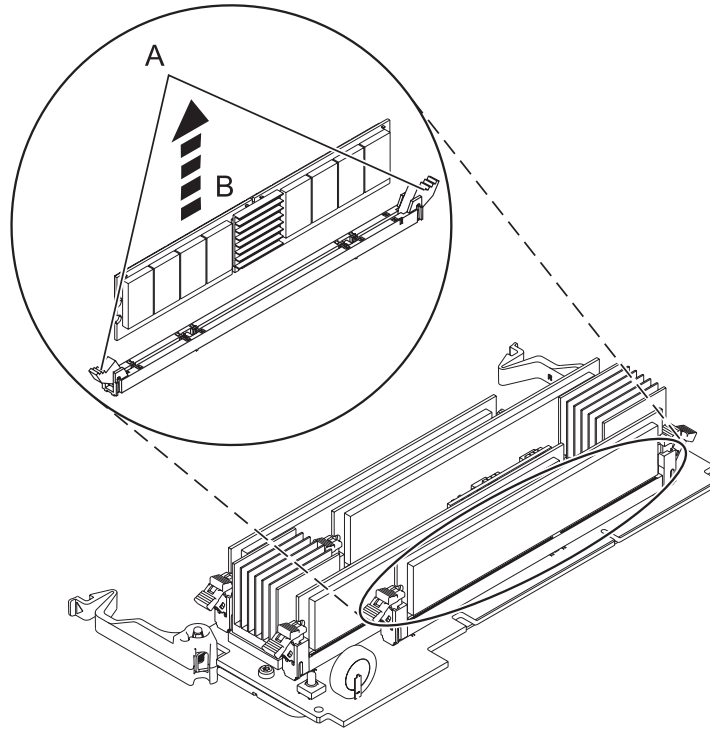

Figura 10. Extracción de un módulo de memoria
11. Extraiga el módulo de memoria como se indica a continuación. Desbloquee el módulo de memoria presionando las pestañas de bloqueo (**A**) para abrirlas, tal como se muestra en la Figura 10 en la página 22. Levante el módulo de memoria (**B**) para extraerlo del conector. La acción de palanca de las pestañas hace que el módulo de memoria salga del conector.